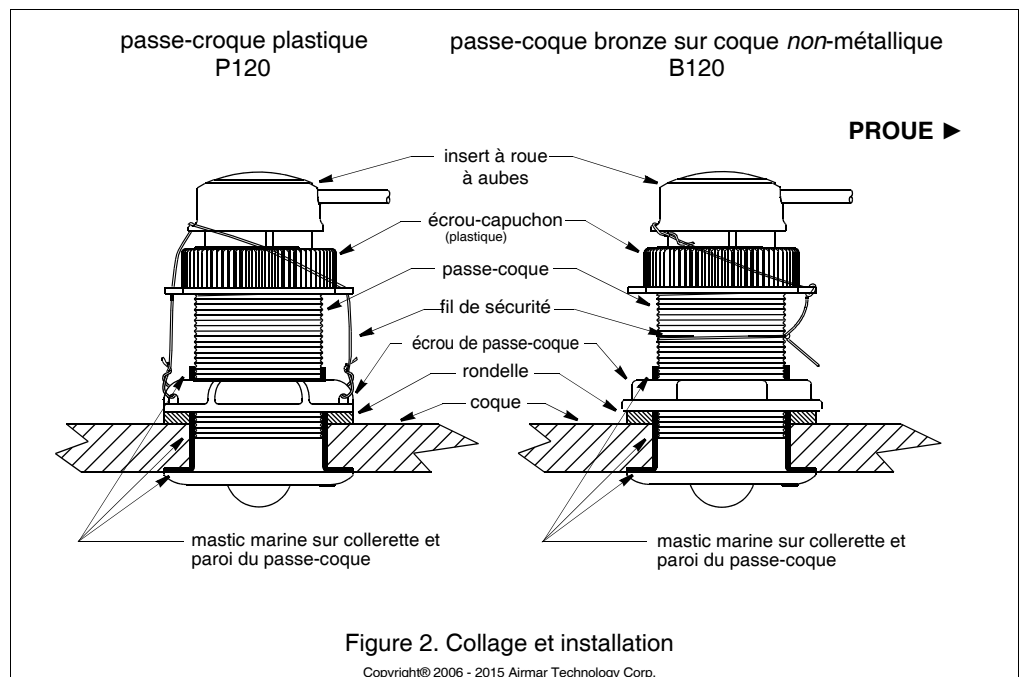

Figure 2. Collage et installation
Appliquez une couche de mastic d'étanchéité marine de 2 mm (1/16") d'épaisseur sur tout le pourtour de la colletterte du passe-coque devant être en contact avec la coque et sur la paroi verticale du passe-coque (voir Figure 2). *Le mastic doit couvrir une hauteur de 6 mm (1/4") au-dessus de l'épaisseur cumulée de la coque, de la (des) rondelle(s) et de l'écrou du passe-coque.* Cette précaution garantit la présence de mastic d'étanchéité marine sur le filetage au travers de la coque et le maintien en place de l'écrou de passe-coque.
1. Depuis l'extérieur de la coque, insérez le passe-coque dans le trou d'installation avec un mouvement rotatif de sorte à expulser l'excès de mastic d'étanchéité marine (voir Figure 2). *Orientez la flèche sur la colletterte du passe-coque vers la proue.* Si le capteur n'est pas installé sur l'axe longitudinal de la coque, décalez légèrement l'orientation du passe-coque vers l'axe longitudinal de sorte à l'aligner sur l'écoulement de l'eau contre la coque.
2. Extrayez l'insert du passe-coque en enlevant le fil de sécurité et en dévissant l'écrou-capuchon (voir Figure 2). Cette opération libère l'insert.
5. Insérez l'obturateur dans le passe-coque. Vissez l'écrou-capuchon sur plusieurs tours pour bien engager le filetage. *Tournez l'obturateur de sorte que l'ergot s'insère dans l'encoche du passe-coque.* Terminez le serrage de l'écrou-capuchon. **Serrez à la main** uniquement. Ne serrez pas exagérément. Reposez soigneusement le fil de sécurité (voir Figure 2).
10. Reposez soigneusement le fil de sécurité pour prévenir tout risque d'extraction inopinée de l'obturateur dans le cas improbable d'une rupture ou d'un vissage inapproprié de l'écrou-capuchon (voir Figure 2).